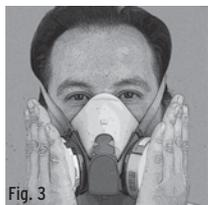

Fig. 3
1. Coloque las palmas de las manos sobre los cartuchos cubriendo la cara o el área abierta de los retenedores cuando estos estén colocados en el cartucho, esto restringirá el flujo de aire. (Fig. 3)